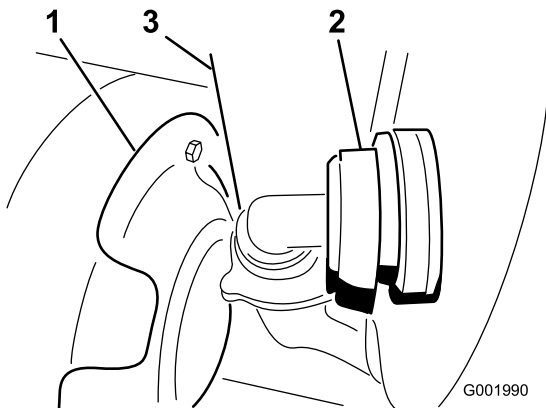

Bild 53
3. Schließen Sie den Schlauch im unteren Bereich vorne am Behälter ab (Bild 53).
Hinweis: Sie müssen das Wärmeschutzblech (Bild 53) möglicherweise zurück drücken, um die Abdeckung abzunehmen.
7. Schließen Sie den Schlauch vorne am Tank an (Bild 53).